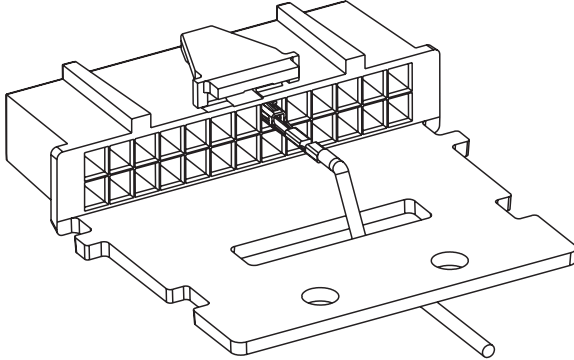

Figura 3a. Protector del cable
Paso 1. Dirija los cables a través del conector como se muestra en la figura 3a o, en el caso de aplicaciones con varios accesorios conectados al transceptor móvil, dirija los cables como se muestra en la figura 3b y utilice una brida para asegurarlos al conector.